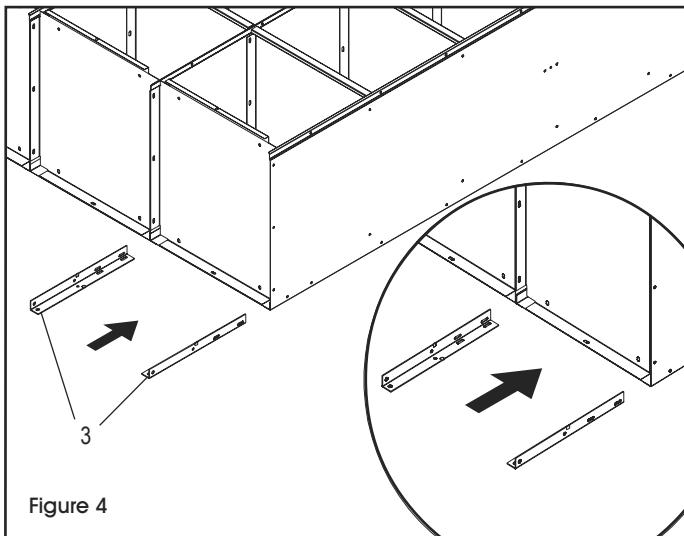

Figure 4
6. Insérez les pattes (3) dans les coins entre le bas et le côté. Boulonnez chaque patte au côté à l'aide de deux boulons et écrous. (Voir Figure 4)